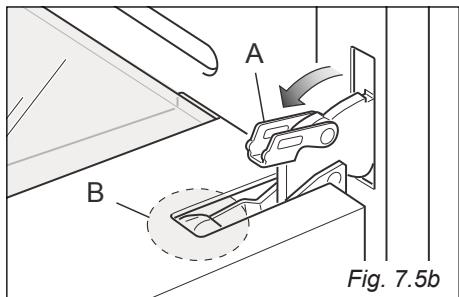
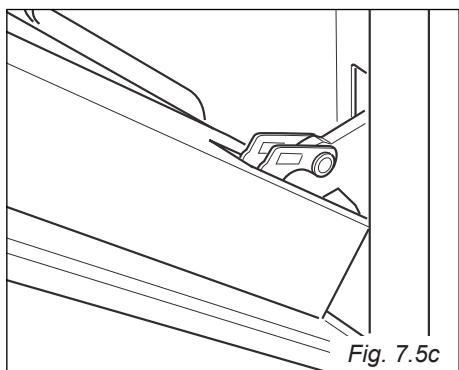

Fig. 7.5b
Fig. 7.5c
- Ouvrez complètement le levier "A" sur les charnières de gauche et de droite (fig. 7.5b).
- Refermez doucement la porte (fig. 7.5c) jusqu'à ce que les leviers "A" des charnières gauche et droite s'accrochent sur la partie "B" de la porte (fig. 7.5b).